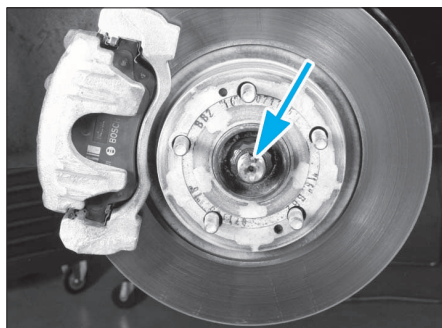

FIG. 2
- Défreiner la partie matée de l'écrou de transmission (fig. 2).